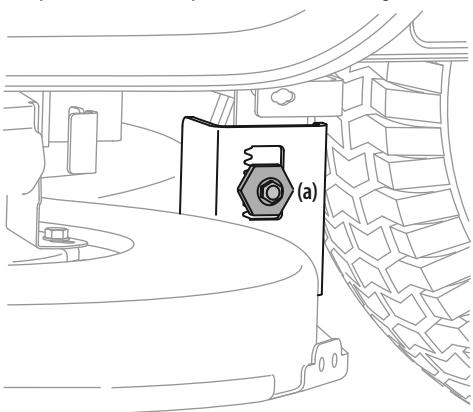

Figura 28
3. Debajo de los guardabarros traseros dentro de las ruedas, hay un perno de cabeza hexagonal de ajuste de elevación para cada lado de la plataforma. Consulte la Figura 28.
5. Para *bajar* el frente de la plataforma, afloje la tuerca exterior y luego afloje (rosca hacia afuera) la tuerca interior, alejándola del soporte de suspensión delantera. Consulte la Figura 28. Cuando se logra el ajuste correcto, vuelva a apretar la tuerca exterior.